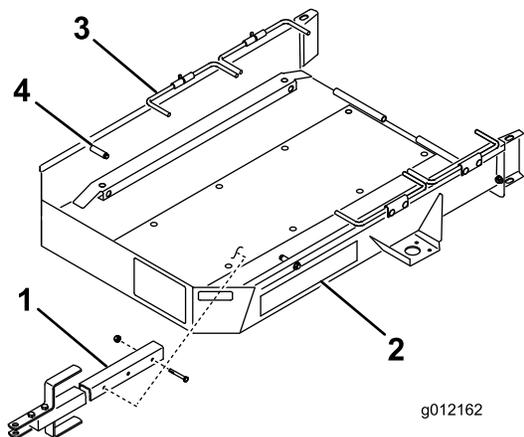

Рисунок 1
1. Прикрепите узел дышла к монтажному кронштейну на нижней стороне платформы прицепа с помощью 2 болтов (3/8 x 2-3/4 дюйма), 2 проставок и 2 контргаек. В большинстве случаев используйте передний набор крепежных отверстий в дышле и кронштейне (**Рисунок 1**).
3. Снимите корзины с машины, отключите привод барабана и переведите дроссельную заслонку в самое медленное положение. **Медленно** заведите машину на прицеп до контакта транспортных колес с упорами прицепа (Рисунок 1).
5. Поверните первый набор рулевых тяг вниз за транспортные колеса машины (Рисунок 1).